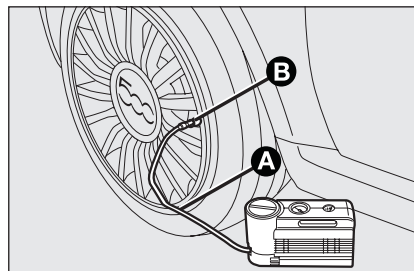

fig. 13
- Serrer le frein à main. Dévisser le capuchon de la soupape du pneu, extraire le flexible de remplissage **A**-fig. 13 et visser la bague **B** sur la soupape du pneu;